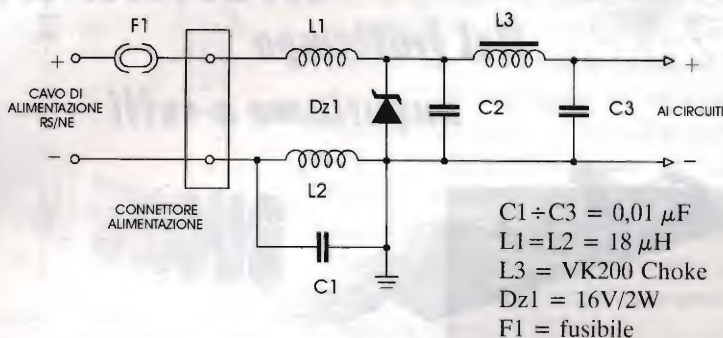

figura 6 - Protezione tipo d) (circuit INTEK MB10).
d) protezione combinata contro l'inversione di polarità e contro le sovratensioni transitorie che si possono verificare ad esempio nei mezzi mobili con tensione nominale di 12V, la si ottiene con un diodo zener in parallelo (figura 6): questa circuitazione è utilizzata ad esempio in un moderno ricetrasmittitore CB 27 MHz come l'INTEK MB10.